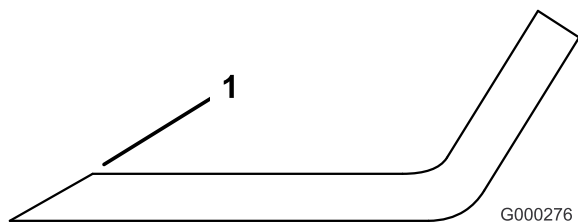

Figure 87
- Examinez les tranchants de toutes les lames et aiguissez-les s'ils sont émoussés ou ébréchés. N'aiguissez que le haut du tranchant et conservez l'angle de coupe d'origine pour obtenir une coupe nette (Figure 87). Limez la même quantité de métal sur chacun des deux tranchants pour ne pas déséquilibrer la lame.